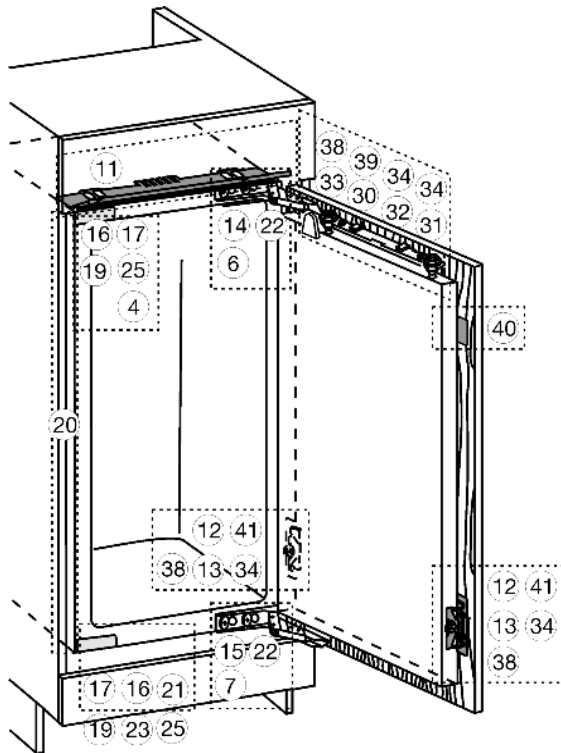
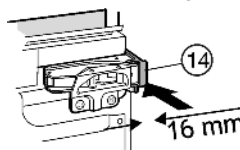
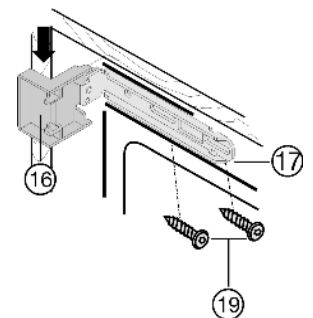
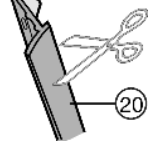

Fig. 9
Fig. 13
Fig. 14
Fig. 15
- ▶ Togliere le coperture Fig. 9 (4,6,7).
- ▶ Applicare a pressione il distanziatore Fig. 13 (14) e il distanziatore Fig. 9 (15) sulle cerniere.
- ▶ Inserire la copertura Fig. 14 (16) in alto e la copertura Fig. 14 (17) in basso sulla squadretta di fissaggio.
- ▶ Fissare la squadretta di fissaggio Fig. 14 (17) in alto con viti Fig. 14 (19) e in basso con viti Fig. 9 (19), in modo che la squadretta possa spostarsi ancora un po' a sinistra e a destra.
- ▶ Staccare la pellicola protettiva dal coprifuca Fig. 15 (20).
- ▶ Applicare il coprifuca Fig. 15 (20) lato maniglia e a filo con la sporgenza della copertura Fig. 14 (16) e incollarlo sulla parete dell'apparecchio.
- ▶ Accorciare se necessario il coprifuca Fig. 15 (20): il coprifuca Fig. 15 (20) deve terminare 3 mm sopra il bordo superiore della squadra di fissaggio inferiore Fig. 9 (17).
- ▶ Spingere l'apparecchio, finché le coperture Fig. 14 (16) non appoggino al fianco del mobile.
- ▶ tenere conto della quota della parte applicata (profondità degli elementi di battuta della porta): far sporgere le cerniere e le coperture Fig. 14 (16) della quota della parte applicata.
- ▶ Livellare l'apparecchio agendo sui piedini di regolazione servendosi della chiave fissa Fig. 9 (21) fornita in dotazione.